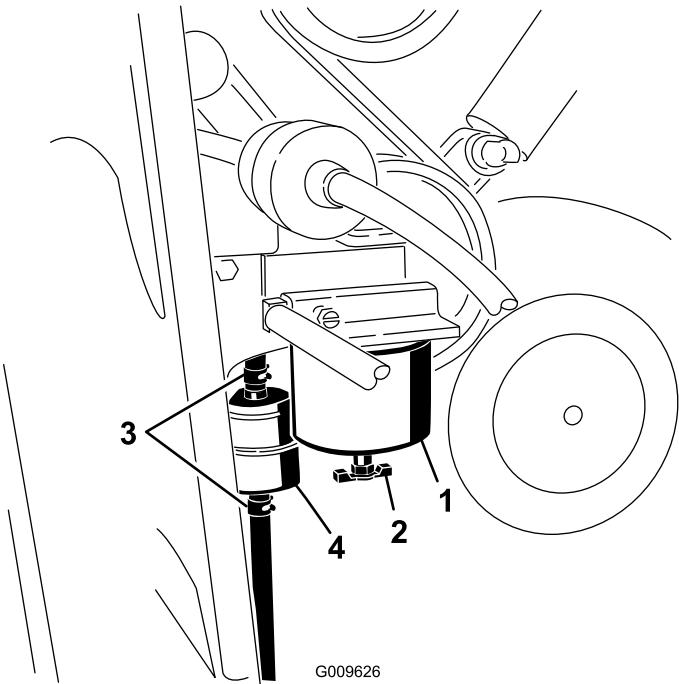

Figura 37
1. Localice el filtro de combustible en el lado derecho del motor (Figura 37) , y coloque debajo un recipiente limpio.
1. Localice los filtros de combustible en el lado derecho del motor (Figura 37) , y coloque debajo un recipiente limpio.
2. Limpie la zona de montaje del cartucho del filtro (Figura 37).
3. Retire el cartucho del filtro y límpie la superficie de montaje (Figura 37).
5. Instale el cartucho del filtro a mano hasta que la junta entre en contacto con la superficie de montaje, luego gírela media vuelta más (Figura 37).
6. Localice el filtro en línea detrás del cartucho del filtro de combustible (Figura 37) y observe la flecha de sentido de flujo impresa en el lateral del filtro en línea.
- Abra las abrazaderas de cada extremo del filtro en línea y retire los manguitos del mismo (Figura 37). Deseche el filtro.
- Deslice los manguitos sobre el extremo de un filtro nuevo (Figura 37), asegurándose de que la flecha del filtro apunta en el mismo sentido que en el filtro viejo.